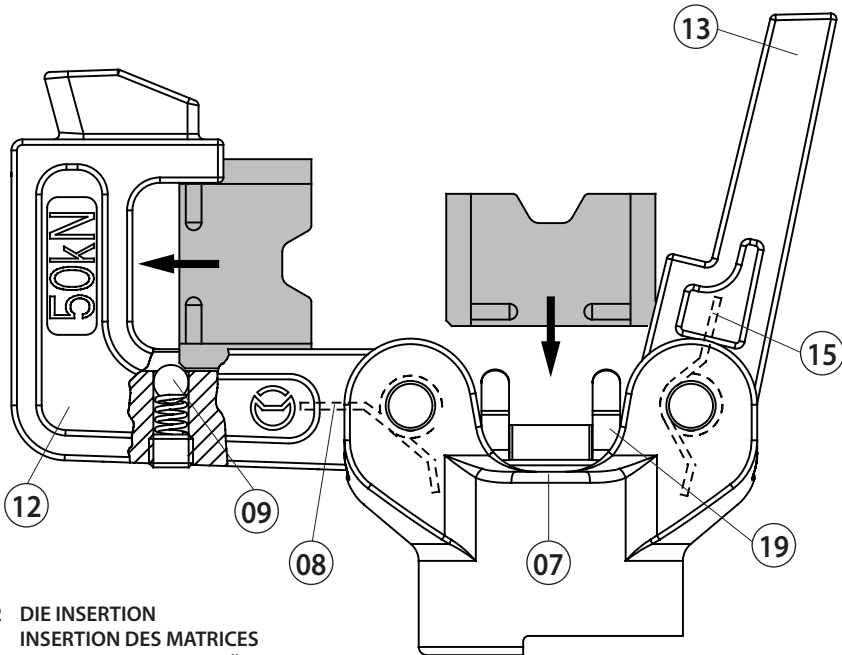

FIG. 2 DIE INSERTION
2. ISTRUZIONI PER L'USO (Rif. a Fig. 2)